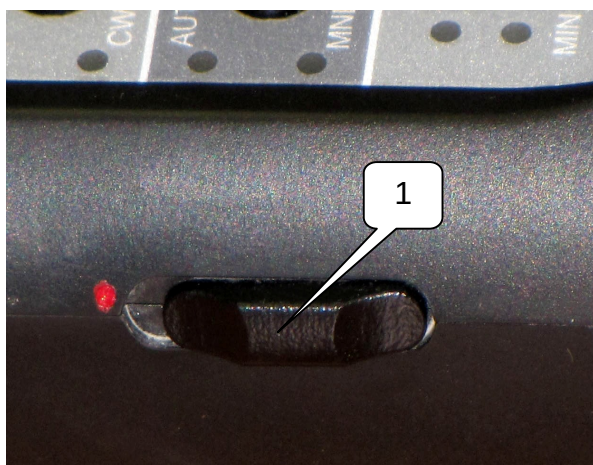

Рис. 5
4.4. На боковой поверхности пульта управления (см. 1 на рис. 5) располагается движковый выключатель питания. Контрастной точкой отмечено положение движка, соответствующее положению «ВКЛ».
6.2. Для начала работы включить обнаружитель выключателем питания, расположенном на пульте управления (см. рис.5). При этом на пульте управления засветится два индикатора 2-ND и 3-RD, указывающих на то, что питание обнаружителя включено.